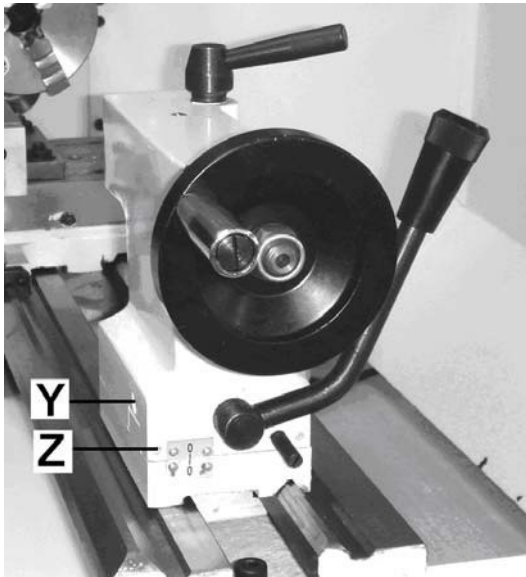

Figure 8-3 : Tournage conique entre les contre-pointes
Pour tourner un cône, décalez la contre-poupée, desserrez les vis de verrouillage (Z, Fig 8-3) et utilisez les vis (Y) pour régler. Après le tournage conique, la contre-poupée doit être ramenée à sa position initiale. Tournez une pièce de test et réglez jusqu'à ce que la machine tourne un cylindre parfait.